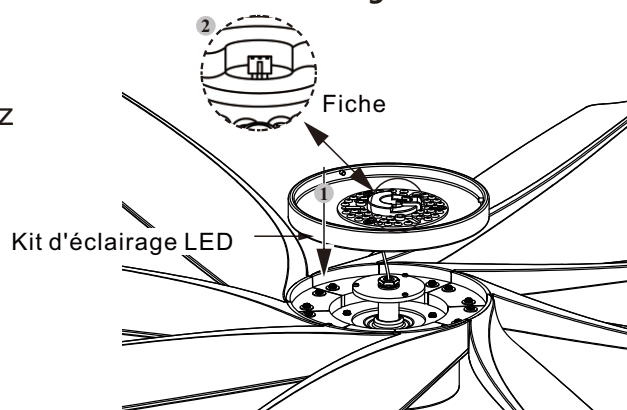

Figure 7
Étape 2: Faites passer le fil électrique du moteur à travers le trou du kit d'éclairage, puis connectez la fiche comme indiqué sur le schéma. (Voir fig. 7)